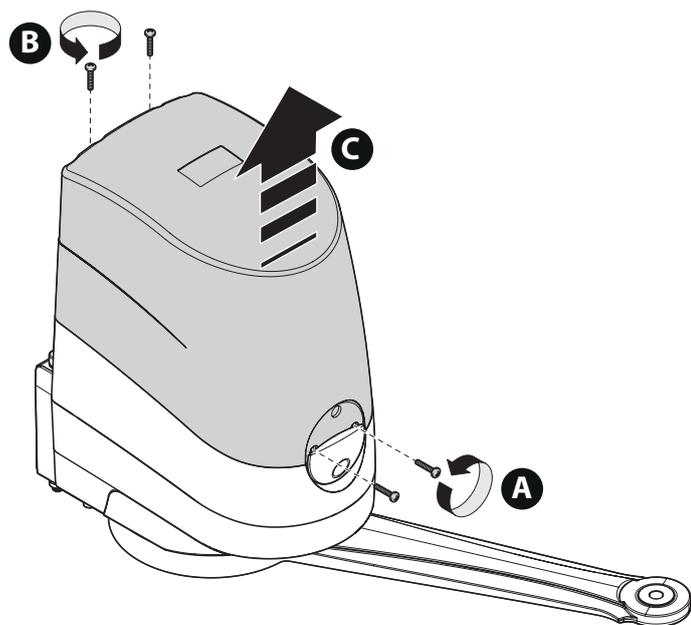

Fig. 21
**01.** Togliere il coperchio al motoriduttore come mostrato in **fig. 21**;